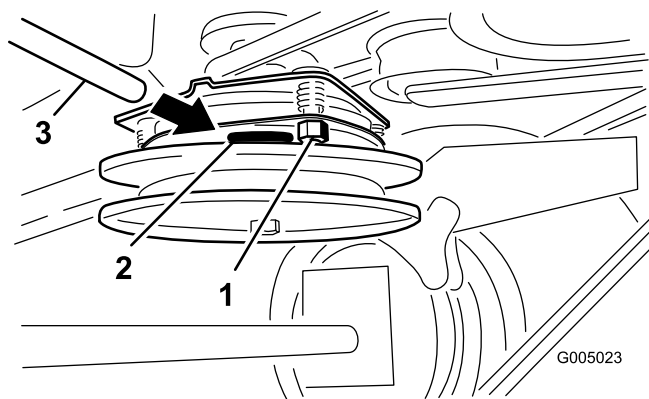

Figura 40
2. Serrate i dadi di bloccaggio fino ad avvertire un leggera tensione sullo spessimetro, che non impedisce di muoverlo facilmente entro lo spazio libero (Figura 40).